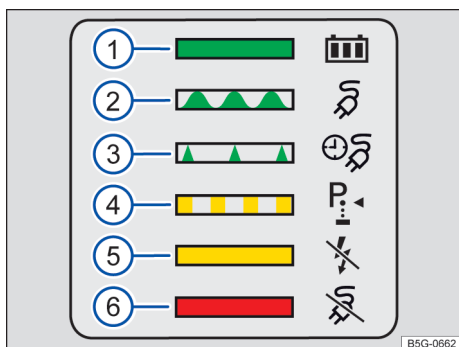

Fig. 166 Na parte interna da tampa do carregamento da bateria: informações sobre o indicador do processo de carregamento.
O indicador do processo de carregamento é uma lanterna de LED na tomada de carregamento → Fig. 166 ① e indica o status de carga. Uma etiqueta adesiva fornece informações sobre as diferentes indicações → Fig. 166.
Legenda para → Fig. 166: